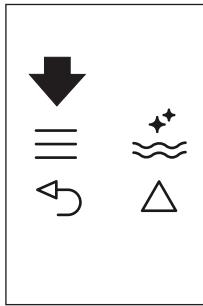
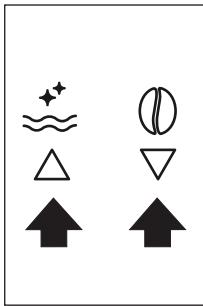

Fig. 22
Fig. 9
- Apăsați pe pictograma  (B2) pentru a accesa meniul (Fig. 22). Apăsați pe pictogramele   (B7) și (B8) (Fig. 9) până când se afișează mesajul „PROGRAM COFFEE” (PROGRAM CAFEA).